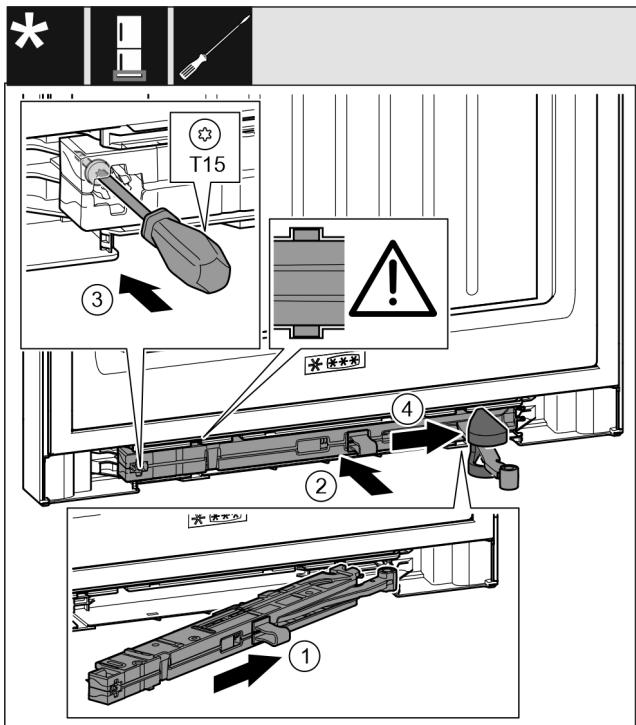

Fig. 66
- Schließdämpfereinheit Fig. 66 (1) auf der Lagerbockseite bis zum Anschlag schräg in die Aussparung einschieben.
- Schließdämpfereinheit Fig. 66 (2) vollständig in Aussparung schieben.
- Schraube Fig. 66 (3) mit einem Schraubendreher festschrauben.
- Abdeckung Fig. 66 (4) über Gelenk schieben.